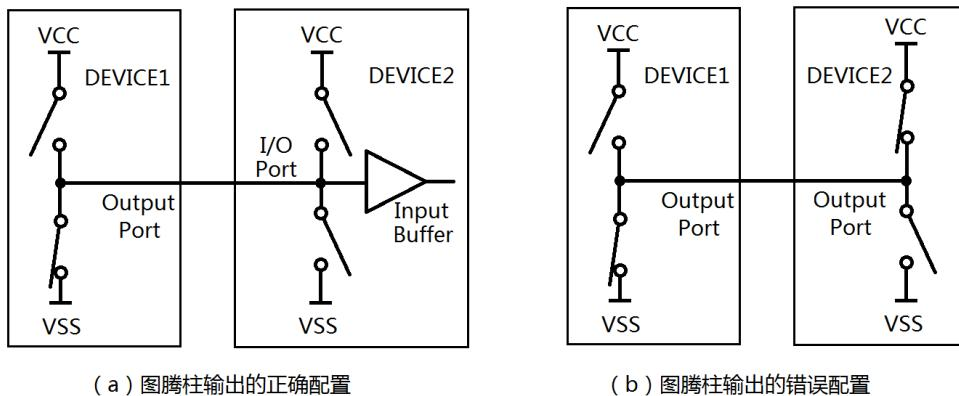

图 5.3 图腾柱输出的 IO 连接
初学者还有一个观点，编程并不会“实质性”损坏硬件电路，这也是不确切的。如图 5.3 (b) 所示，当两个 IO 口相连（这是极其正常普遍的），且两个 IO 是图腾柱输出的话，编程就可以造成硬件损坏。
- 2) 如果像图 5.3 (b) 那样, 两个图腾柱 IO 都设置为输出, 发生短路是迟早的事情。正确的做法是像图 5.3 (a) 那样, 将器件 2 的图腾柱输出变为高阻态, 仅作为输入口使用。
- 3) 现在的新型单片机的 IO 口, 多数属于图腾柱输出, 所以, 在使用 IO 口前正确配置 IO 方向尤为重要。从安全考虑, CPU 上电后所有 IO 一般都会设置为图 5.3 (a) 器件 2 那样的输入状态, 也就是图腾柱输出为高阻。